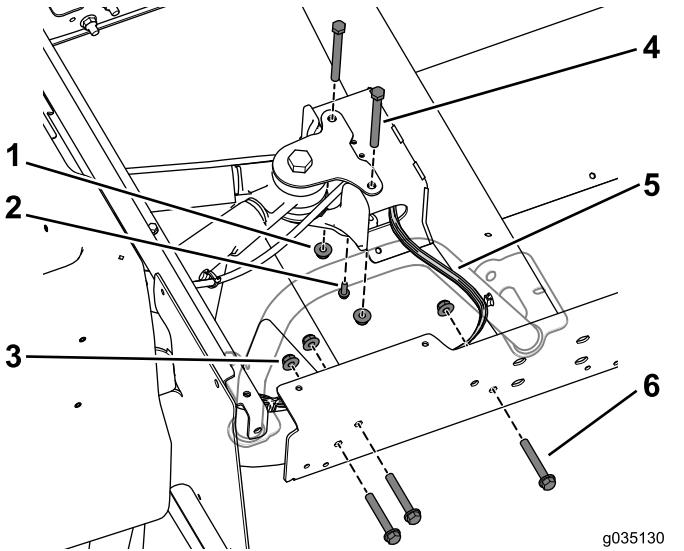

Рисунок 68
7. Выверните болты и фланцевые гайки, которые крепят опору поворотного рычага к центральному швейлеру (Рисунок 68).